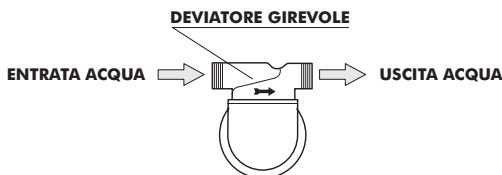

Fig.1
- La freccia impressa sul deviatore girevole (fig.1) deve essere orientata nel verso del flusso dell'acqua. Il filtro può essere allacciato su tubazioni verticali ed orizzontali grazie al deviatore in ottone ruotabile di 360°.